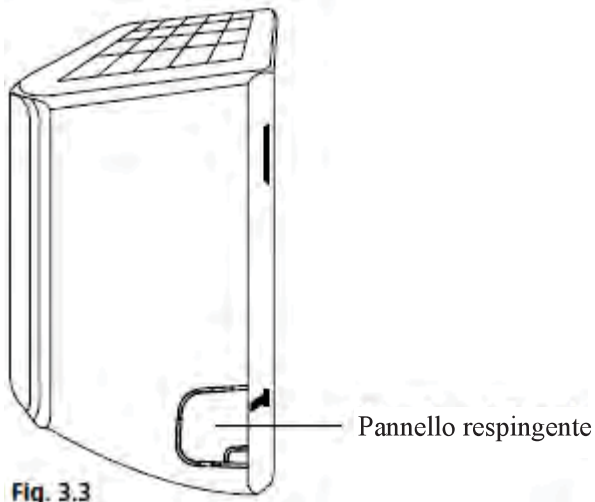

Fig. 3.3
2. Se il foro nel muro è dietro l'unità, tenere il pannello respingente in posizione. Se il foro nel muro è sul lato dell'unità in interni, rimuovere il pannello respingente di plastica sul lato dell'unità. (Vd. Fig. 3.3). Ciò creerà una fessura attraverso la quale il tubo può uscire dall'unità. Usare pinze se il pannello di plastica è troppo difficile da rimuovere con le mani.